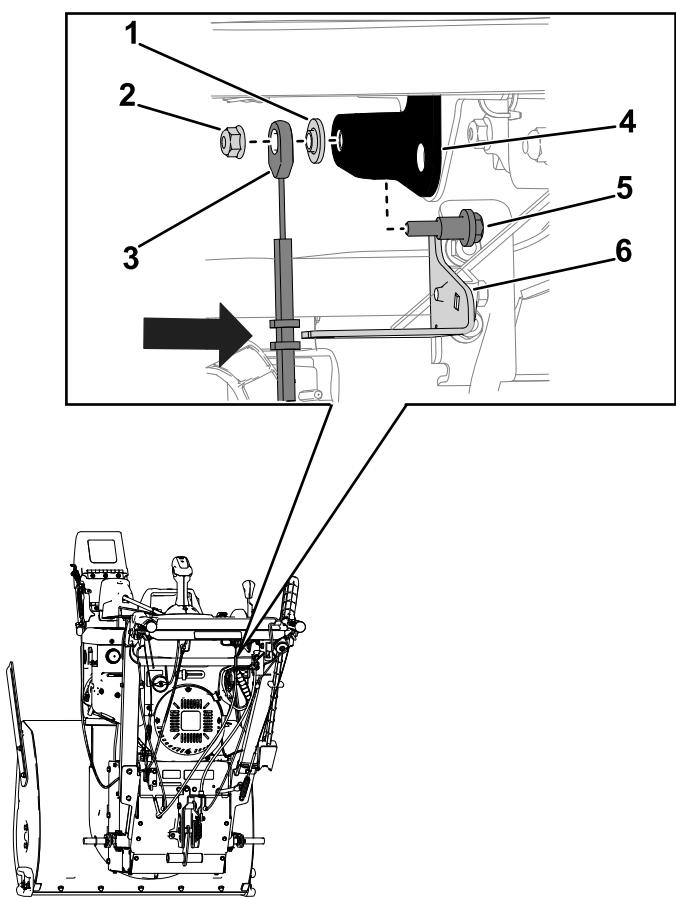

Figura 24
5. Instale o cabo da transmissão hidrostática ao suporte do seletor de velocidade (Figura 24).
olhal ($\frac{1}{4}$ x 1 pol.), anilha escalonada e porca ($\frac{1}{4}$ pol.) (Figura 24).